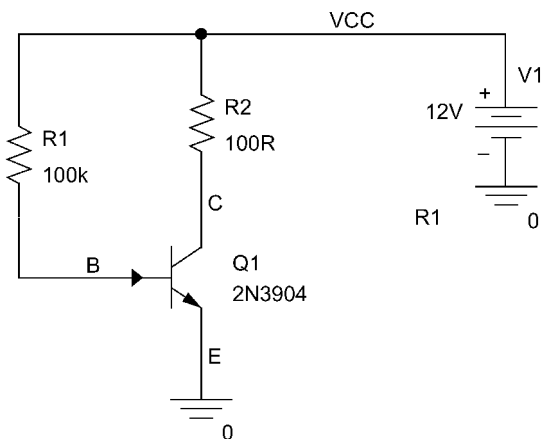

图 8.12 电路元器件缺少 PSpice 仿真模型
1. 绘制如图 8.12 所示的仿真电路图，晶体管 2N3904 选自 Capture transistor 元器件库。选择菜单 **Place > Net Alias**，然后按照电路图对各节点进行网络标号。